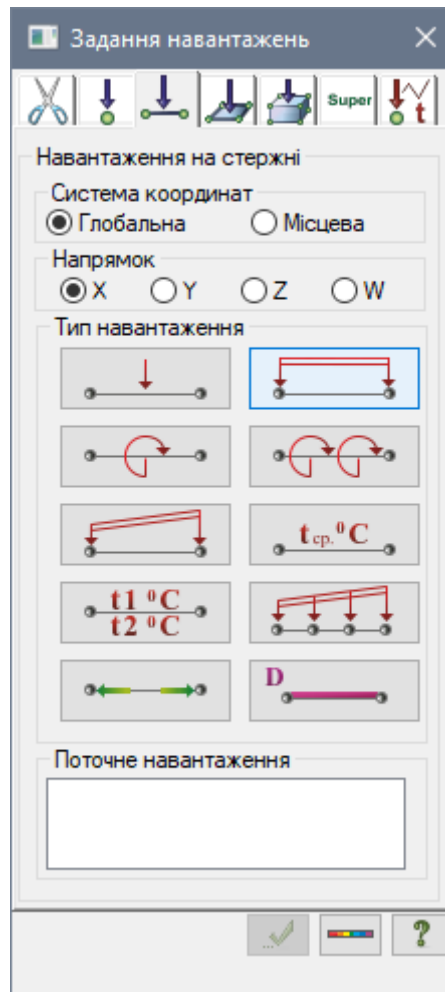

Рис. 8.20. Діалогове вікно **Задання навантажень**
- Потім увімкніть радіо-кнопку **X** для задання напряму впливу навантаження (рис. 8.20).